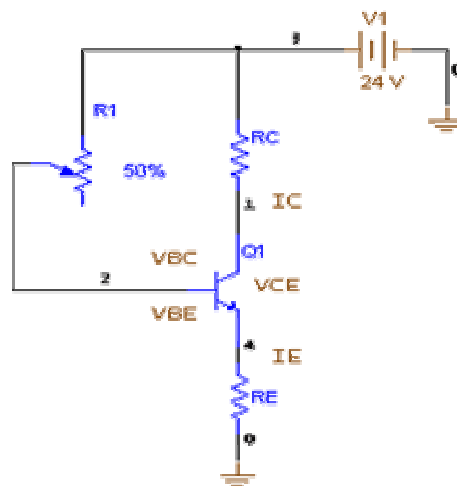

Figura. 4
- a) Construya el circuito de Polarización con Retroalimentación que se muestra en la figura 4.